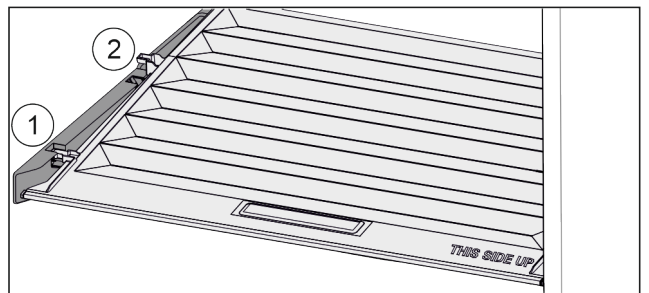

Fig. 46
- ▶ Tirer le couvercle vers l'avant jusque dans l'orifice des pièces de retenue Fig. 46 (1).
- ▶ Le soulever par le bas à l'arrière et le sortir par le haut Fig. 46 (2).